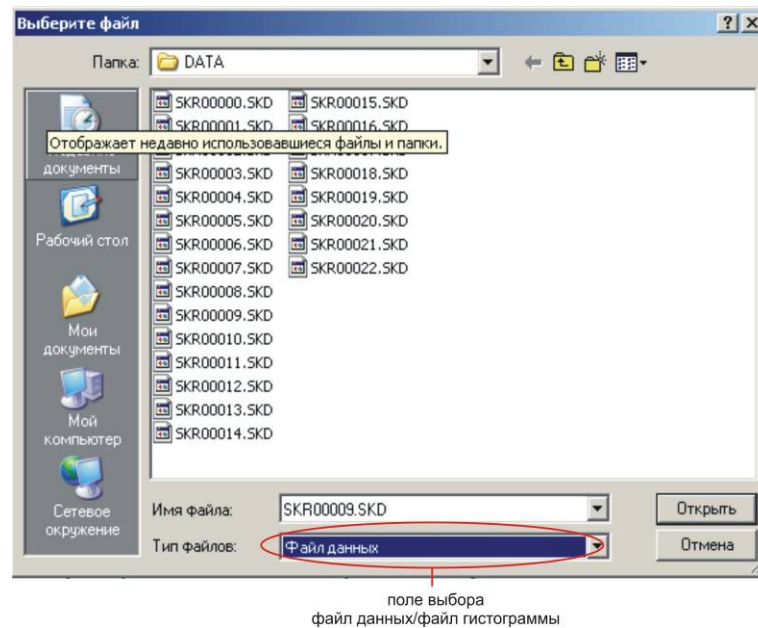

Рисунок 2.9 – Выбор файла
1) «Открыть файл» - команда предназначена для вывода данных из файлов данных (расширение .skd) и файлов гистограммы (расширение .gdd) (рисунок 2.9). После выбора этого пункта необходимо выбрать файл данных либо файл гистограммы с конфигурацией работы изделия, который нужно просмотреть.